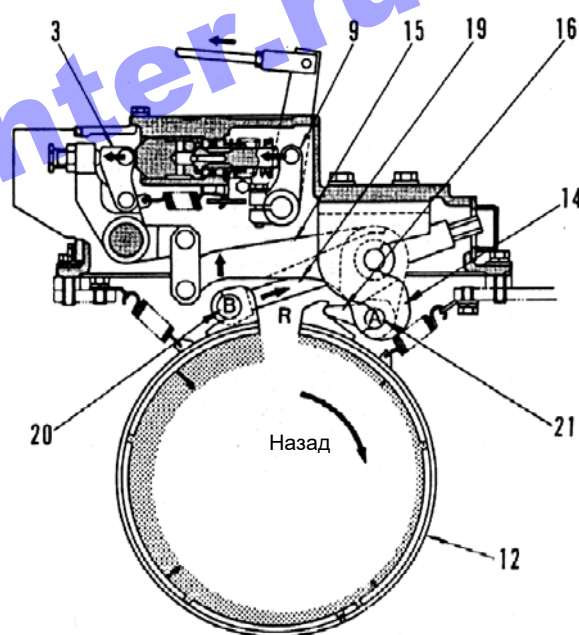

Рис. 5-32.
Если рычаг рулевого управления поворачивается до упора во время движения задним ходом (Рис. 5-32), тормозной барабан вращается по часовой стрелке, тормозная лента вытягивается против часовой стрелки, стержень (19) оттягивается вправо, и суппорт (14) оттягивается шипом (21). В результате коромысло клапана (15) поворачивается по часовой стрелке вокруг точки опоры А, шип (20) движется в направлении, указанном стрелкой R, таким образом, что тормозной барабан оказывается под напором тормозной ленты.